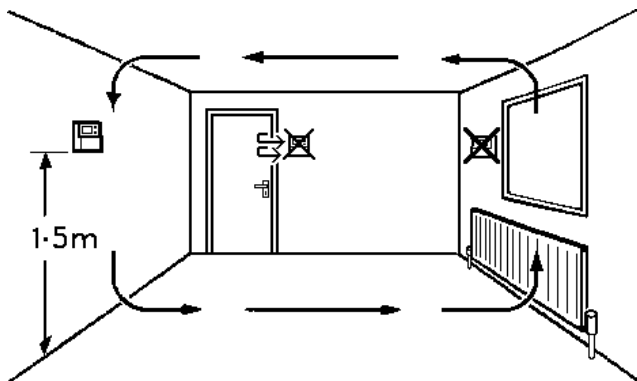

Bild 2: Idealer Platz für TP75/TS2
- 1a. TP75: Man wählt den gewünschten Befestigungsort (gemäß Bild 2.)
- 1b. TP75A: Man wählt den gewünschten Befestigungsort für den externen Fühler TS2 (gemäß Bild 2.) Dann wählt man den gewünschten Befestigungsort für den TP75. Für die Verbindung des Fühlers TP2 mit der Steuerung TP75 sollte massiver Kupferdraht mit 1,5 mm² Durchmesser verwendet werden. Bitte beachten Sie, daß